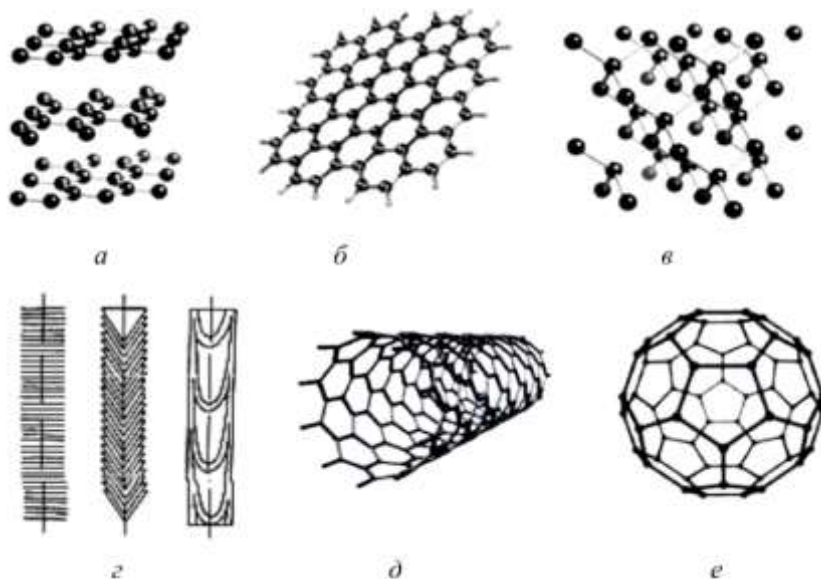

Рис. 1. Схематические изображения кристаллической структуры аллотропных модификаций углерода.
1. В таблице указаны различные аллотропные модификации углерода, на рис. 1 представлены в произвольном порядке схематические изображения структуры этих модификаций.
В работе требуется установить для различных аллотропных модификаций углерода соответствующие им схематические изображения структуры, показанные на рис. 1, и занести в таблицу 1 позиции, которыми они обозначены.
Аллотропные модификации углерода	Структура (позиция на рис. 1)